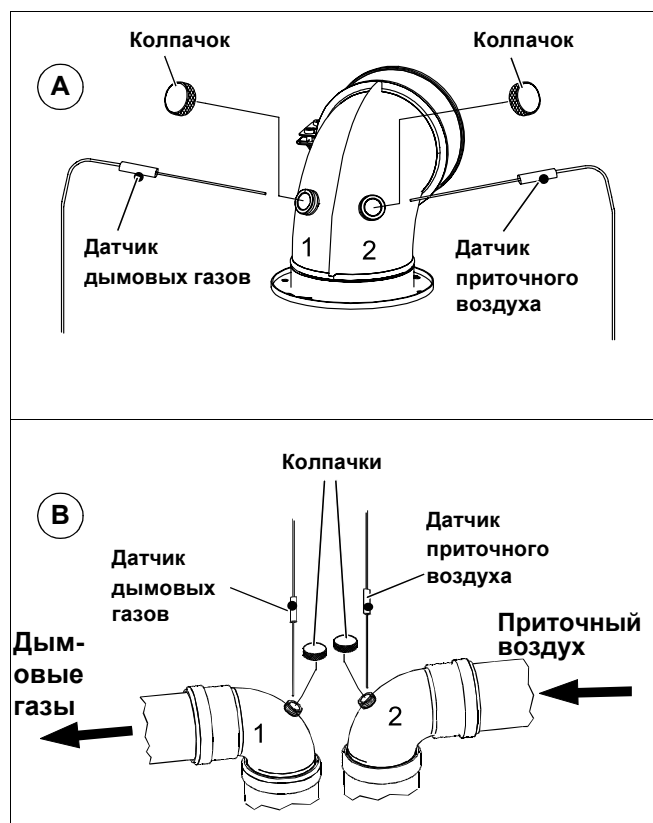

Рис. 28 Определение потерь с дымовыми газами
- Измерить в отверстии 2 (рис. 28, поз. А) температуру приточного воздуха (в °С).
- Измерить в отверстии 1 (рис. 28, поз. А) температуру дымовых газов (в °С) и содержание CO₂ или O₂ (в %).
- Измерить в отверстии 2 (рис. 28, поз. В) температуру приточного воздуха (в °С).
- Измерить в отверстии 1 (рис. 28, поз. В) температуру дымовых газов (в °С) и содержание CO₂ или O₂ (в %).